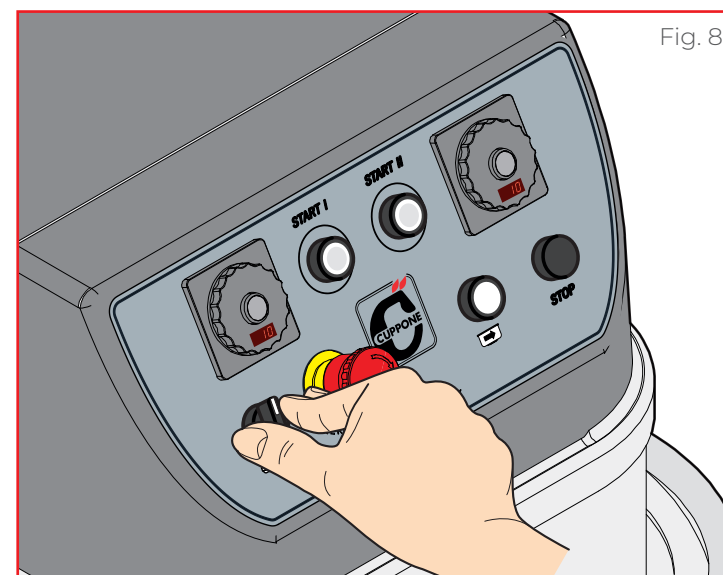

Fig. 8
► Fig. 8 En tournant le levier (7), il est possible de contrôler la rotation du bol (uniquement en manière **START I** - lente vitesse):